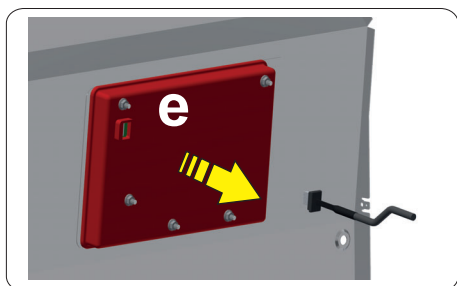

Fig. 11
- Desconecte el cable de la pantalla (posición **e** - véase **Fig. 11**).